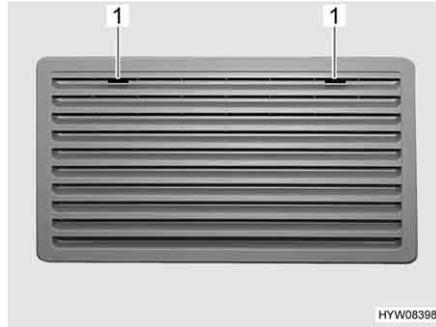
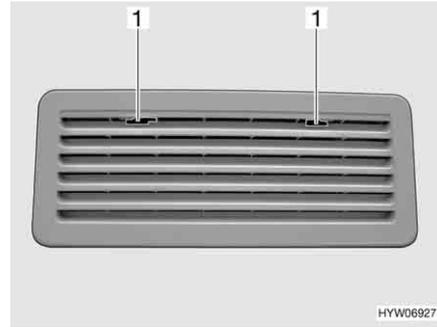

Fig. 214 Rejilla de ventilación del frigorífico (Thetford grande)
Fig. 215 Rejilla de ventilación del frigorífico (Thetford pequeño)
- Deslizar el bloqueo (Fig. 214,1 ò Fig. 215,1) hacia el centro.